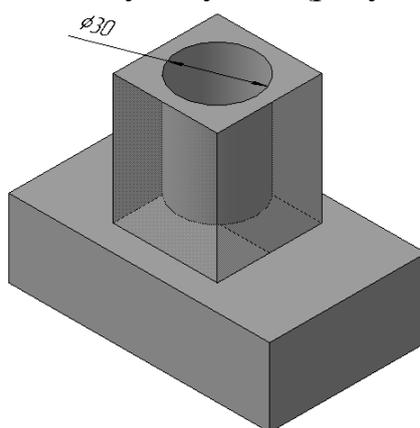

Рисунок 34
4. Для создания цилиндрического отверстия на верхней грани призмы вычертим эскиз отверстия – окружность радиусом - **15** и вырежем отверстие выдавливанием на глубину - **40** (рисунок 34).